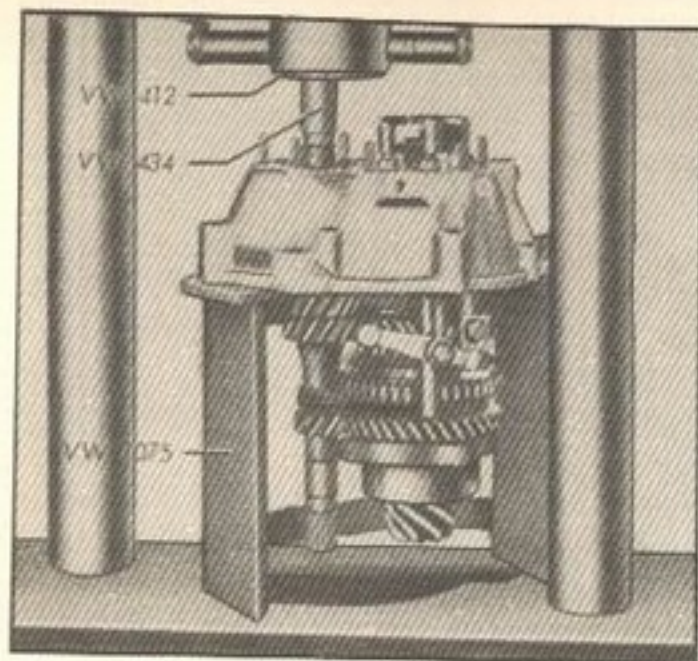

Fig. 3-K — Retirada do conjunto das duas árvores da caixa de mudanças, com auxílio da prensa e ferramentas auxiliares.
- A tampa da caixa de mudanças pode ser removida e para isso coloca-se em tórno do sincronizador de 1.a e 2.a e da árvore primária um anel de borracha, que serve para segurar essas peças durante sua retirada da carcaça com a prensa (fig. 3-K).